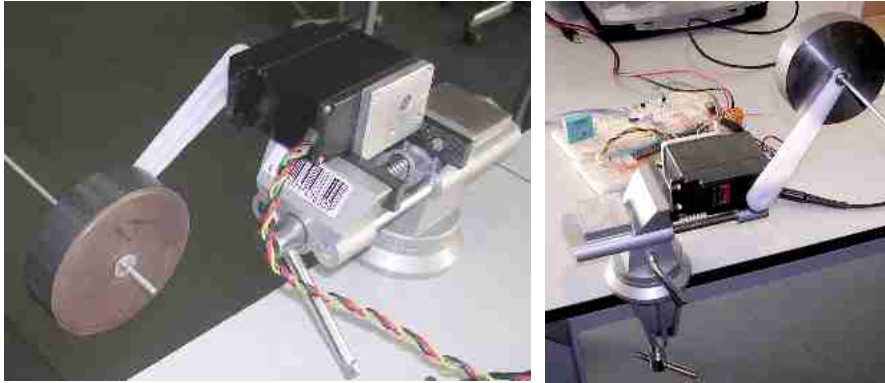

Fig. 20: Setup com um só Servomotor.
1. Monte um servomotor num torno de fixação preso à mesa tal como nos mostra a Fig. 20, e assegure-se que se encontra bem fixo;